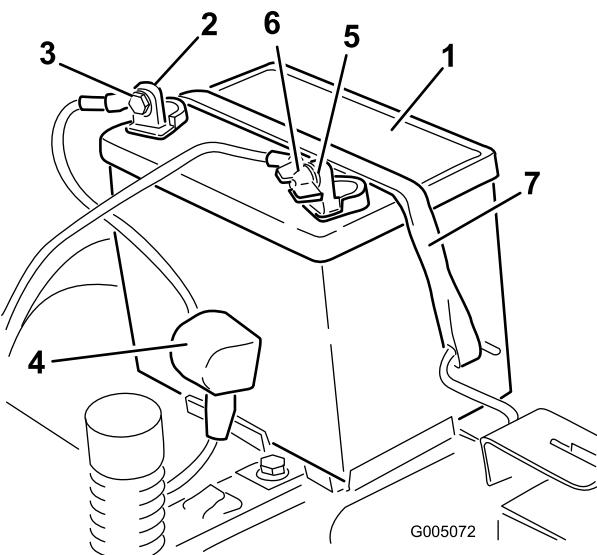

Figure 35
4. Débranchez le câble négatif (noir) de mise à la masse de la borne de la batterie (Figure 35). Mettez les fixations de côté.
5. Repoussez le capuchon en caoutchouc sur le câble positif (rouge). Débranchez le câble positif (rouge) de la borne de la batterie (Figure 35). Mettez les fixations de côté.
6. Enlevez la sangle de maintien de la batterie (Figure 35) et ôtez la batterie de son support.
- Placez la batterie dans son support en tournant les bornes vers la position de fonctionnement (Figure 35).
- Fixez la batterie en place à l'aide de la sangle de maintien (Figure 35).